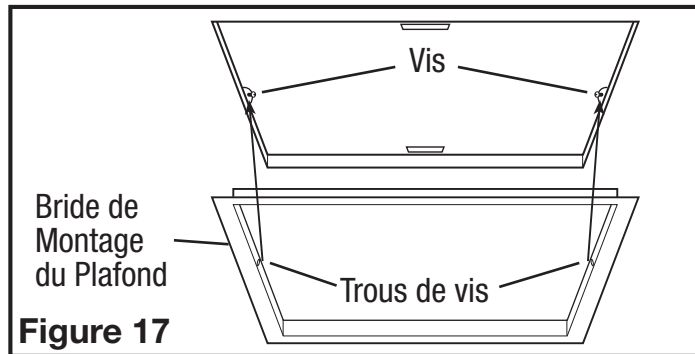

Figure 17
5. Installez la bride de montage au plafond pour couvrir tous les espaces qui existent entre le boîtier et le plafond fini. Retirez les deux vis qui relient la bride de montage au boîtier. Placez un scellant (non fourni) sur le bord intérieur de la bride de montage au plafond pour assurer que la bride est scellée au plafond. Alignez les trous de vis dans la bride de montage au plafond avec les trous de vis à l'intérieur du boîtier et appuyez la bride en place afin qu'elle soit bien serrée contre le plafond. Réinstallez les vis de la bride de montage à l'intérieur du boîtier (Figure 17).